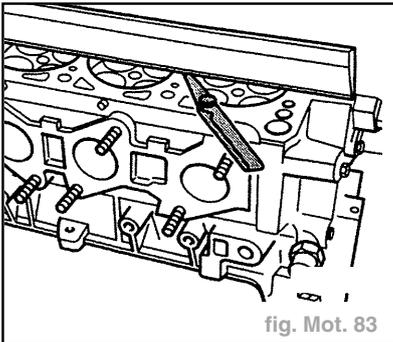

fig. Mot. 83
- Contrôler la planéité de la culasse à l'aide d'une règle et d'un jeu de cales (fig. Mot. 83).